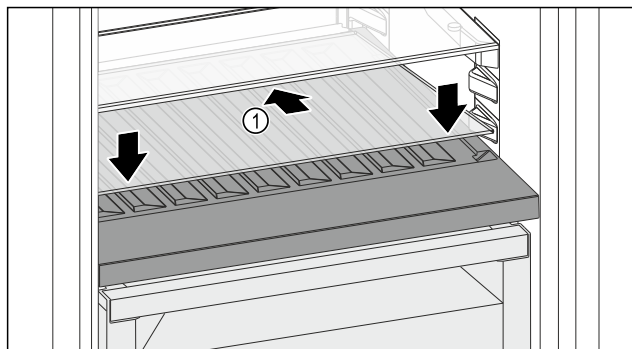

Fig. 88
- 向后下方倾斜放置玻璃隔板 Fig. 88 (1)。
- 放低玻璃隔板 Fig. 88 (1) 前部。